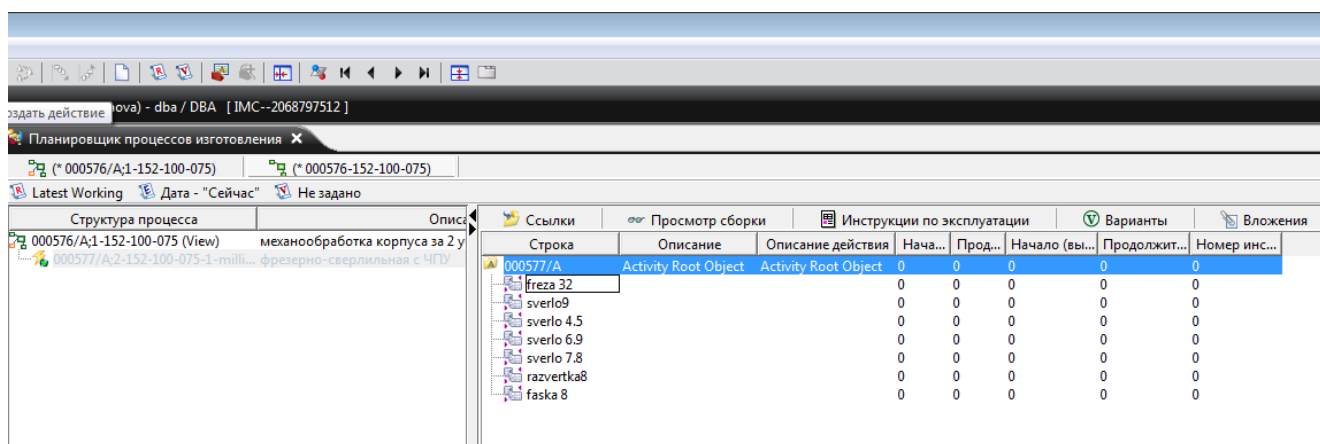

Рисунок 21 – Создание инструментов к технологической операции
4. Далее прикрепите соответствующие инструменты, см. рисунок 21.